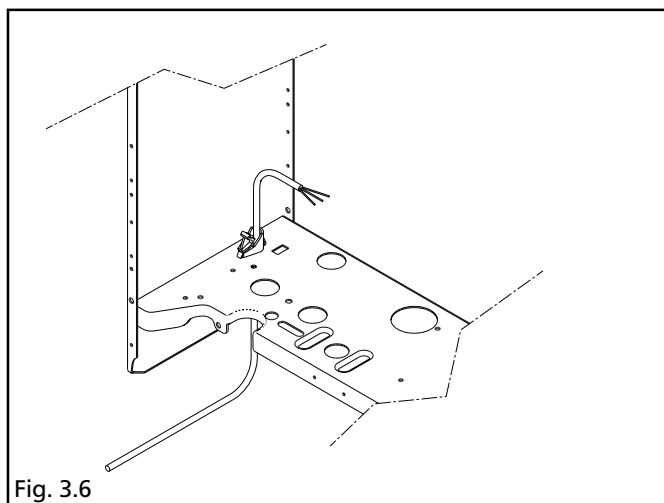

Fig. 3.6
- introducir el cable del eventual T.A. en el sujeta-cable situado en el bastidor (fig. 3.6)